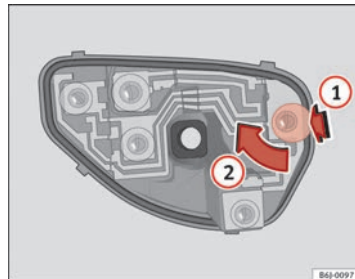

Fig. 163 Cambio lámparas luces posteriores ►
- Una vez retirado el portalámparas, presione en sentido de la flecha **(1)** y gire a la vez en sentido de la flecha **(2)** ⇒ fig. 163. ■